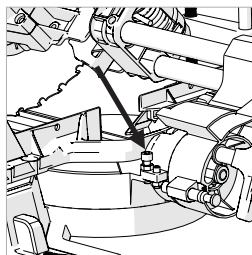

Fig. 23
- Lossa låsmuttern på justeringsskruven för avfasning. (Fig. 23)